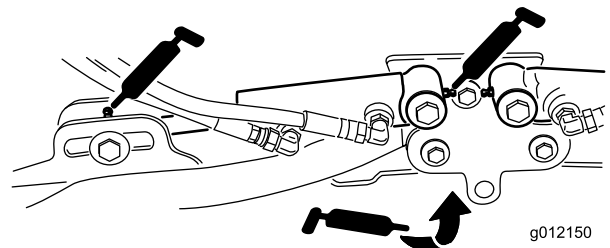

Figura 105
- Cilindrii braului de ridicare a unității de tăiere (câte 2) (Figura 105)
- Pivoi ai braului de ridicare (1 pentru fiecare) (Figura 105)